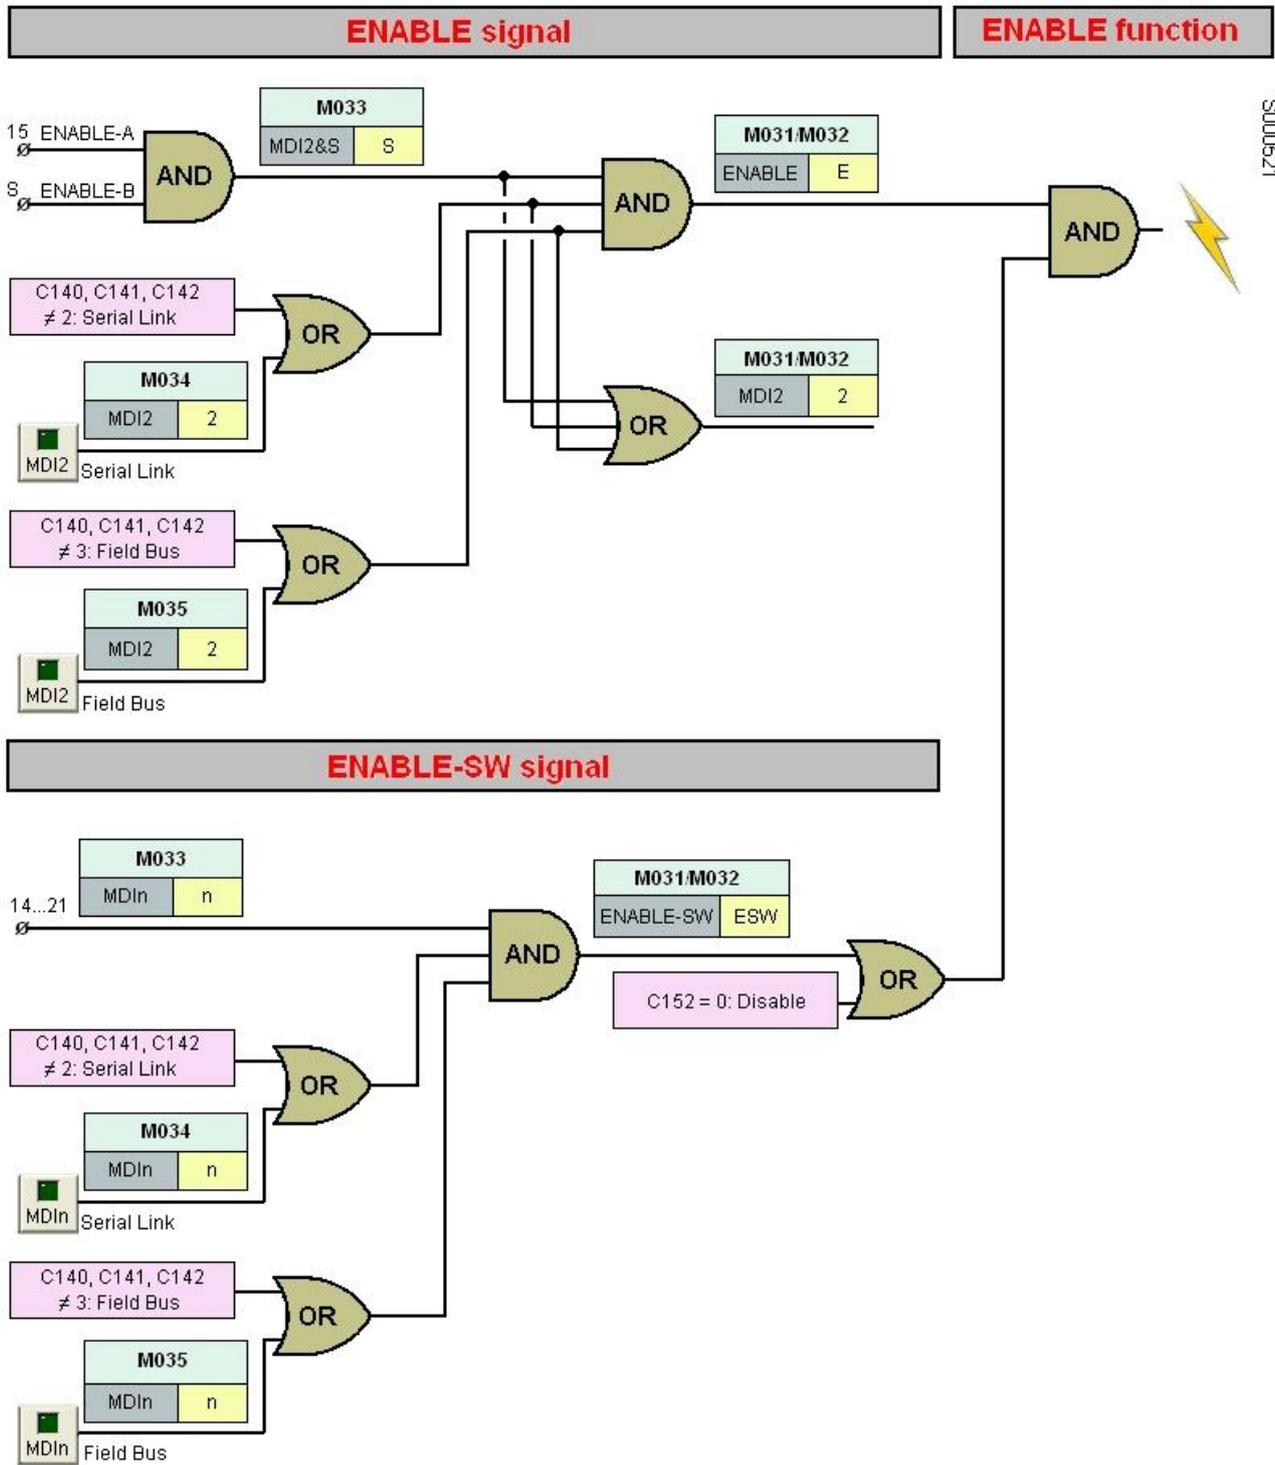

Figura 5: Gestione della funzione ENABLE
Function	<p>Stato della morsettiera di comando utilizzata dall'inverter. È la morsettiera risultante dalla combinazione delle fonti di comando programmate (comando da morsettiera fisica, da seriale o da bus di campo) dove:</p> <ul style="list-style-type: none"> - Gli ingressi MDI1 ÷ MDI8 sono il risultante dell'OR fra le varie fonti di comando programmate. - Lo stato ENABLE (E) è il risultante dell'AND degli ingressi MDI2&S della morsettiera fisica e degli ingressi MDI2 di tutte le altre fonti di comando programmate. - Lo stato ENABLE SW (ESW) è il risultante dell'AND degli ingressi programmati come Enable SW (C152) di tutte le fonti di comando programmate. <p>Fare riferimento al Menù Metodo di Controllo, paragrafo 2.6.6). Per quanto riguarda gli stati ENABLE e ENABLE SW, fare riferimento alla Figura 5. Per maggiori informazioni, contattare ENERTRONICA SANTERNO.</p>